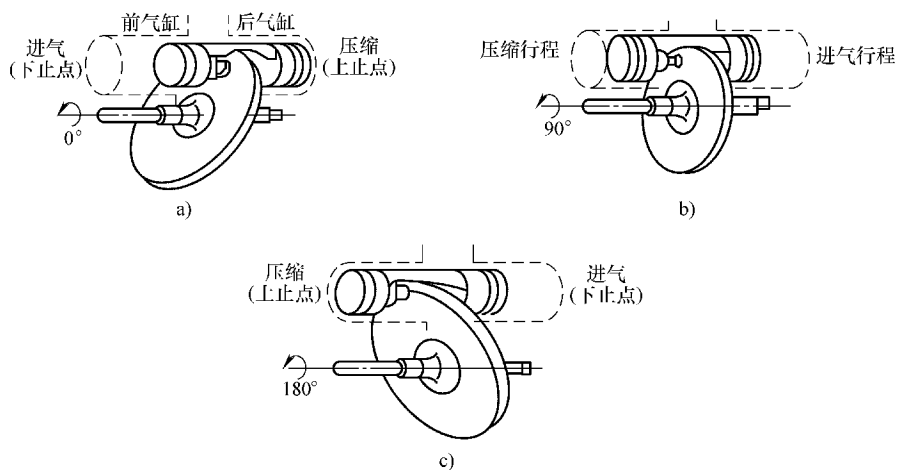

图 8-16 回转斜盘活塞压缩机工作原理
2) 工作原理。图8-16所示为回转斜盘活塞压缩机工作过程。